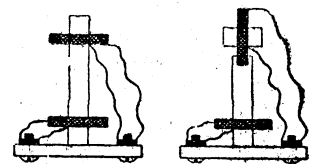

Figure 4
M.F. équipé de tubes 6M7 MG et des transformateurs M.F.2, 3 et 4 accordés sur 125 kc/s. Ce canal devant être très sélectif, nous modifierons des anciens transformateurs 125 kc/s, comme il est montré sur la figure 4 ; à gauche, le transformateur tel qu'il se présente — à droite, le transformateur modifié (un des enroulements est placé avec son axe perpendiculaire avec l'axe de l'autre).